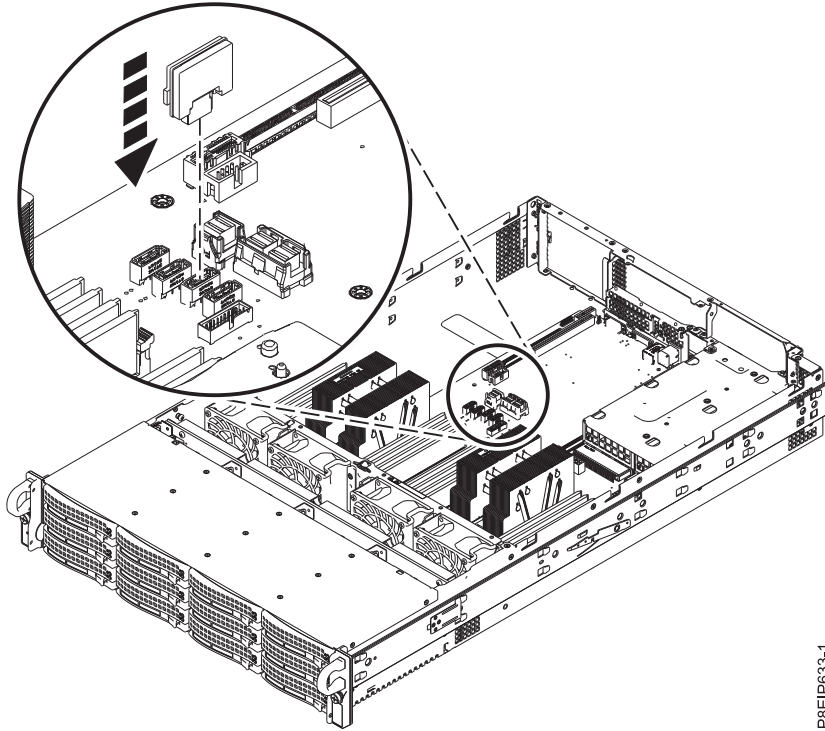

図 20. DOM の取り付け
4. DOM をシステム・バックプレーンの位置 **(A)** に取り付けます (25 ページの図 20 を参照)。DOM のモデルによっては、DOM 用の小さな電源コードのプラグの差し込みも必要になる場合があります。コネクタを正しく差し込んだことを確認してください。